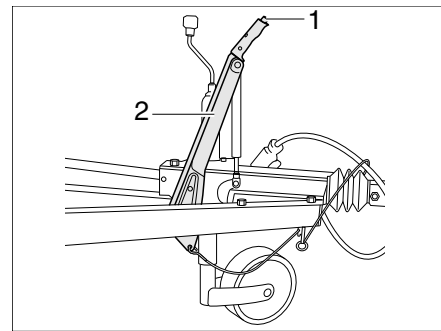

Bild 15 Alternative: Feststellbremse
- Zum Lösen auf den Sicherungsknopf (Bild 15,1) drücken und den Bremshebel (Bild 15,2) absenken.